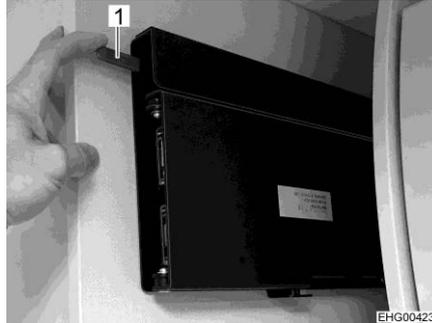
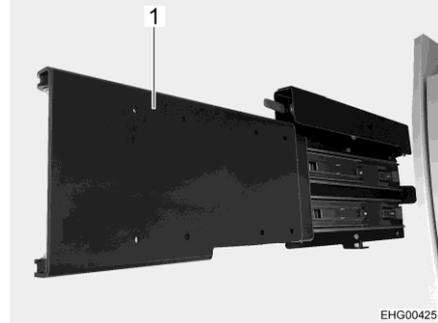

Fig. 92 Déverrouiller la rallonge
Fig. 93 Rallonge (sortie)
- Pousser le levier rouge (Fig. 92,1) vers le bas et faire sortir la rallonge (Fig. 93, 1). L'écran plat est orienté vers la cellule.